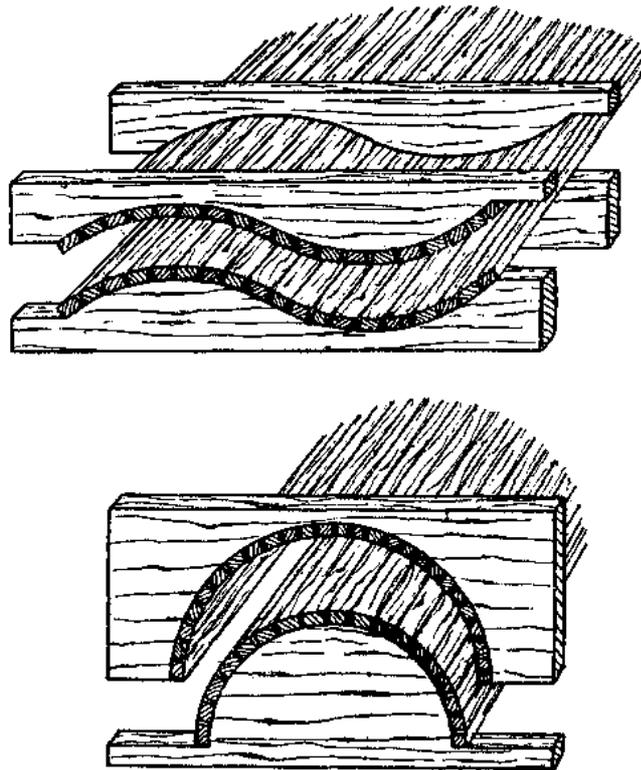

Fig. 159 — As ripas, quanto mais juntas, melhor.
*Formas para compensados curvos* (Fig. 159). — As ripas, quanto mais juntas, melhor. Entre a forma e o compensado, pode-se pôr uma borracha.